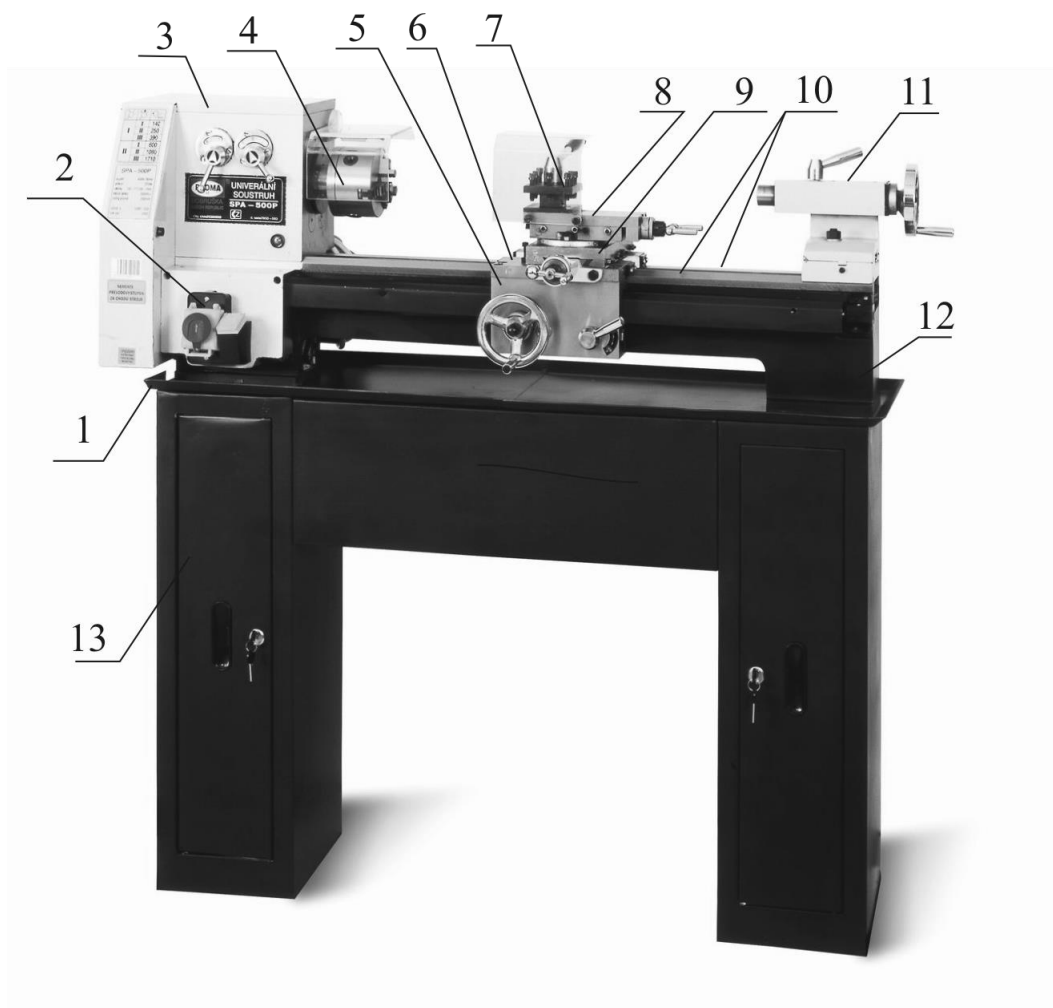

Рисунок 2.
3.3 Основные узлы и детали оборудования (см. рис. 2).
3.4 Краткое описание конструкции оборудования (см. рис. 2).